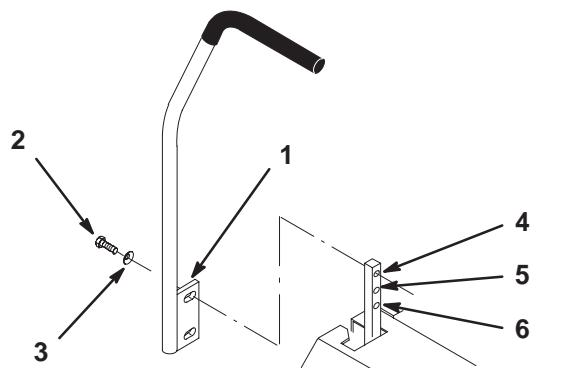

Bild 4
1. Entfernen Sie die 4 Schrauben ($3/8" \times 1"$) und 4 Federscheiben ($3/8"$), die die Fahrschalthebel zum Transport an den Schalthebelarmen befestigen (Bild 4).
2. Halten Sie die Hebel (mit der Befestigungsplatte nach hinten) außen an den Schalthebelarm, und sichern Sie sie mit 4 Schrauben ($3/8" \times 1"$) und 4 Federscheiben ($3/8"$) (Bild 4).
4. Richten Sie die vordere/hintere Hebelarmposition so aneinander aus, dass sich der Hebelarm in der neutralen Stellung befindet. Lockern Sie die Befestigungsteile und stellen Sie sie korrekt ein. Schieben/Kippen Sie dazu den/die Hebelarm(e) nach vorne oder hinten, bis sie korrekt ausgerichtet sind (Bild 4).